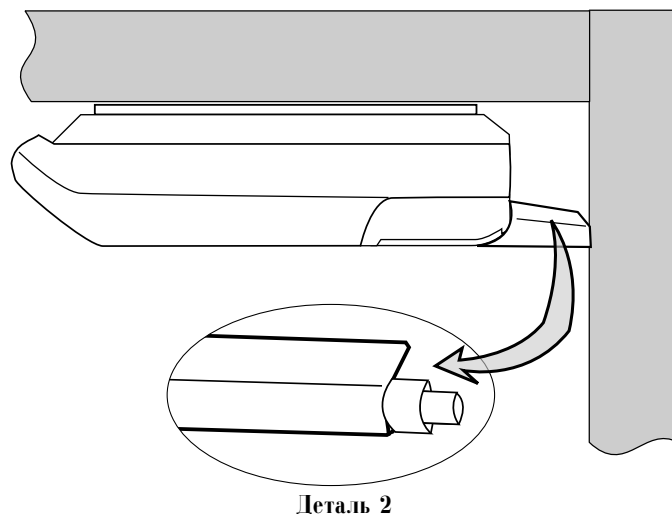

Рис. 5
3. Закончив монтаж, установите крышку шланга слива конденсата (деталь 2, рис. 5), чтобы шланг был защищен. Проследите за тем, чтобы внутри крышки сливной шланг был прямым!